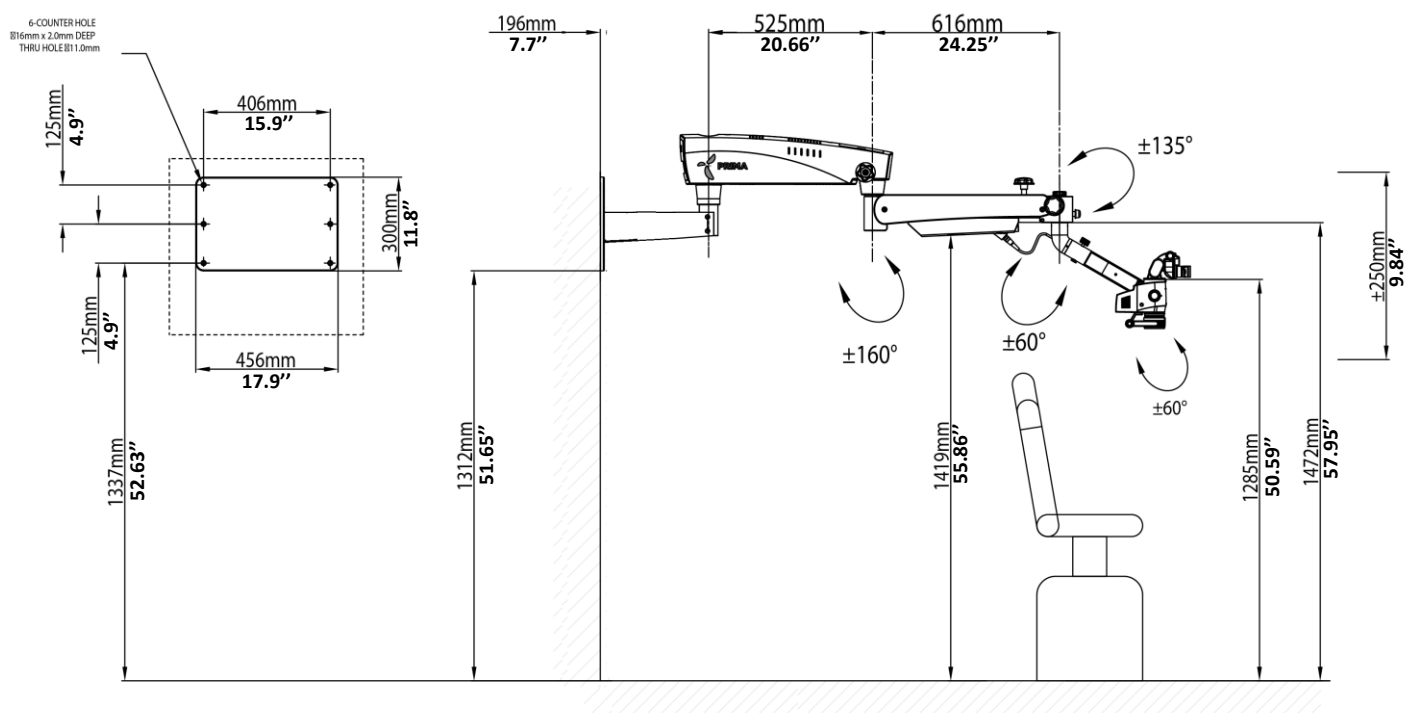

Figura 13
- DO. Distancia desde el piso: consulte la altura adecuada según la configuración solicitada en la Figura 13.